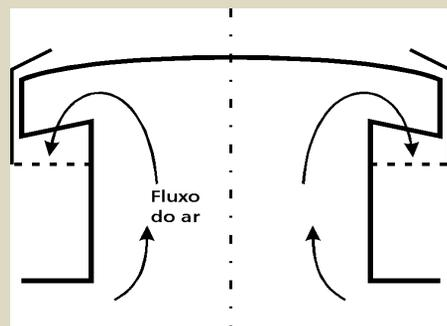

Figura 13. Tipo de abertura utilizando o princípio de diferença de temperatura
•Na prática, havendo aberturas desiguais, deve-se utilizar a menor área, e adicionar-se o aumento, conforme determinado pela Figura 13.